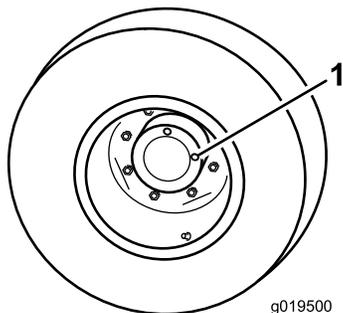

Figura 42
- Com a máquina numa superfície plana, posicione a roda de forma a que 1 tampão de verificação (Figura 42) fique na posição das 12 horas e o outro na das 3 horas.
- Retire o tampão da posição das 3 horas (Figura 42). O óleo deve ficar ao nível do fundo do orifício do tampão de verificação.